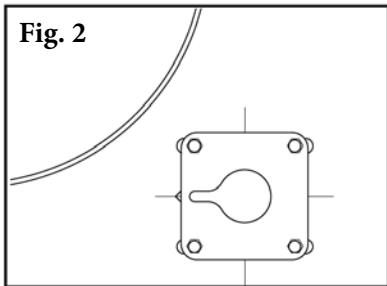

Fig. 2
3. **Instale las placas de montaje.** Atornille las placas de montaje al chute con los tornillos que se incluyen. Centre las placas en los orificios ranurados y apriete los tornillos (Fig. 2).